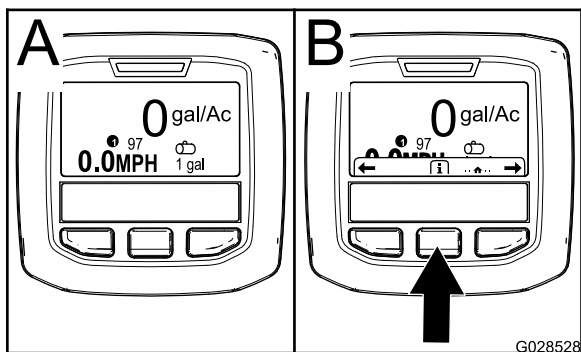

Figure 59
2. L'écran d'accueil s'affiche après environ 15 secondes. Appuyez sur le bouton de sélection central pour afficher le menu contextuel (Figure 59).